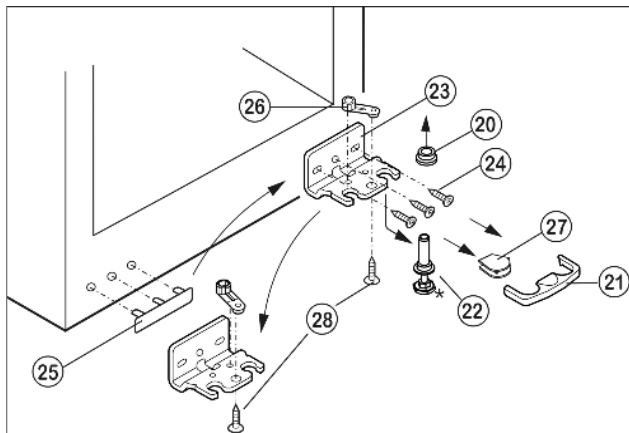

Fig. 5
- ▶ Предохранитель Fig. 5 (21) снимите движением вперед.
- ▶ Снимите крышку Fig. 5 (27).\*
- ▶ Полностью поверните регулирующую опору Fig. 5 (22).
- ▶ Вытяните опорный палец Fig. 5 (22) вниз и вперед. При этом следите за гнездом шарнира Fig. 5 (20).
- ▶ Открутите опорный кронштейн Fig. 5 (23)(3 шт. Torx 25) Fig. 5 (24).
- ▶ Открутите опорную деталь Fig. 5 (26)(1 Torx 25) Fig. 5 (28) и, переставив в отверстие на противоположной стороне опорного кронштейна, снова прикрутите.
- ▶ Осторожно приподнимите и переставьте крышку Fig. 5 (25) со стороны ручки.
- ▶ Снова прикрутите опорный кронштейн Fig. 5 (23) на новой стороне шарнира, при необходимости с помощью аккумуляторного шуруповерта с усилием 4 Нм.
- ▶ Установите крышку Fig. 5 (27) на противоположной стороне.\*
- ▶ Предохранитель (21) нужно зафиксировать сбоку на кронштейне, чтобы опорный палец и двери были защищены от выпадения.
- ▶ Снова защелкните предохранитель (21) на опорном кронштейне.
- ▶ Наденьте гнездо шарнира Fig. 5 (20).
- ▶ Установите дверцу сверху на нижний опорный палец Fig. 5 (22).
- ▶ При необходимости выровняйте дверцы через два продольных паза в нижнем опорном кронштейне *Fig. 5 (23)* параллельно корпусу устройства. Для этого выкрутите средний винт.